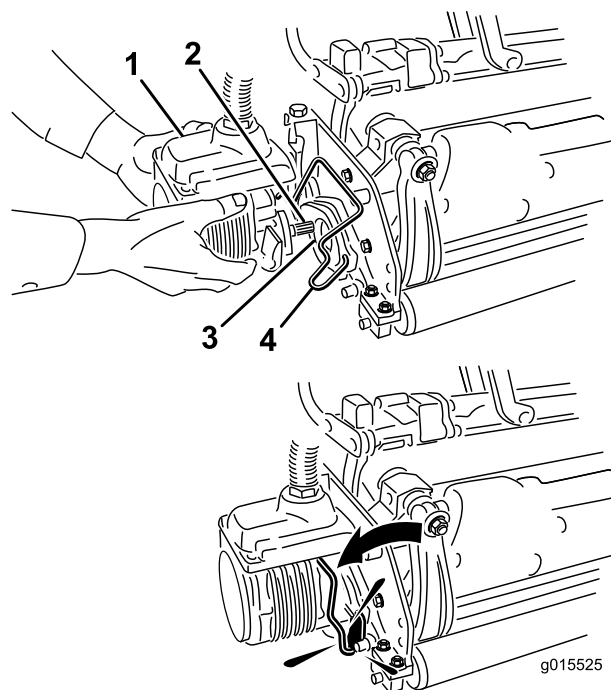

Figura 15
11. Revista o veio estriado do motor da unidade de corte com massa lubrificante limpa (Figura 15).
12. Insira o motor no lado esquerdo da unidade de corte (visto da posição do operador) e empurre a barra de retenção do motor na unidade de corte na direcção do motor até ouvir um “clique” de ambos os lados do motor (Figura 15).